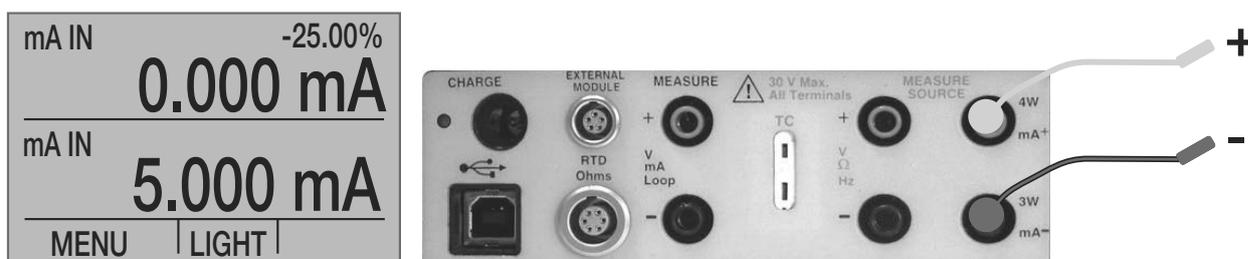

Abbildung 6: Messen von mA mit Ein- und Ausgangsbuchsen
- Schließen Sie die Prüfkabel an (siehe Abbildung 6).